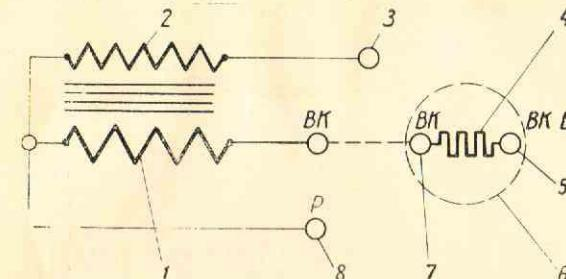

Рис. 8. Схема присоединения проводов и добавочного сопротивления к катушке зажигания:
- при установке катушки на автомобиль следить за правильным присоединением проводов к клеммам низкого напряжения, а именно: к клемме ВК должен подключаться провод от добавочного сопротивления типа СЭ40-А (см. рис. 8);